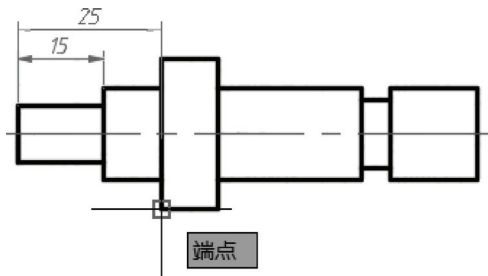
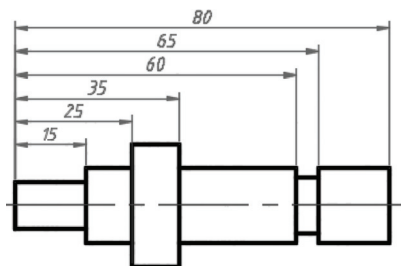

图 8-36 指定第二条尺寸界线原点
图 8-37 创建基线标注的结果
- 3 单击“基线”按钮，在图形中选择图 8-36 所示的端点作为第二条尺寸界线原点，再依次选择端点 4、端点 5、端点 6 和端点 7，按两次〈Enter〉键结束命令，完成创建基线标注的结果如图 8-37 所示。